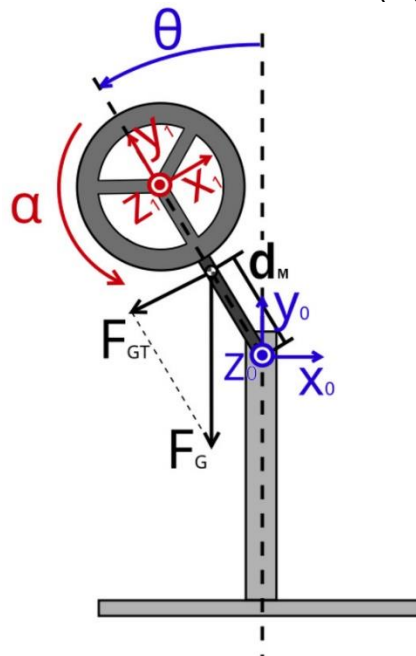

Figura 1: Péndulo invertido con rueda de reacción.
- Retomar el sistema diseñado en el Laboratorio 5 (Figura 1).